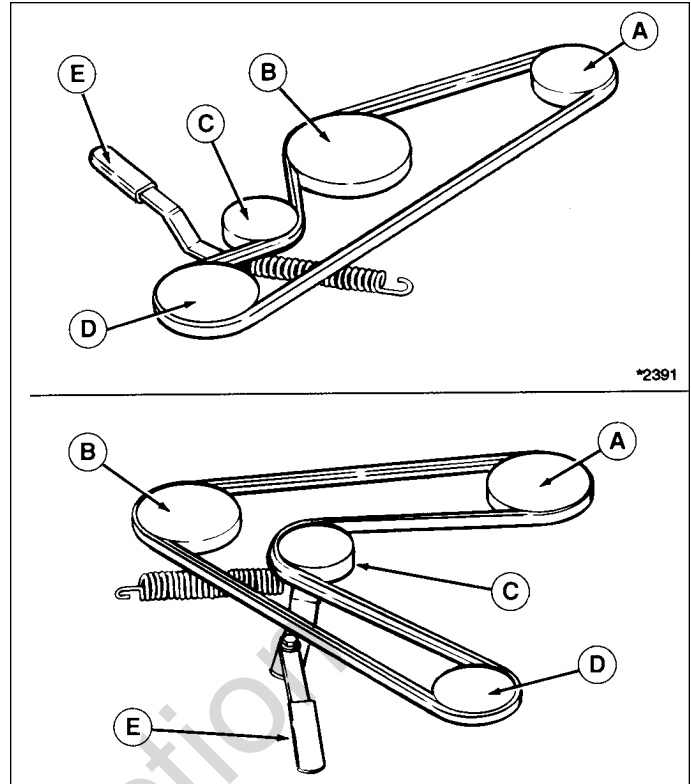
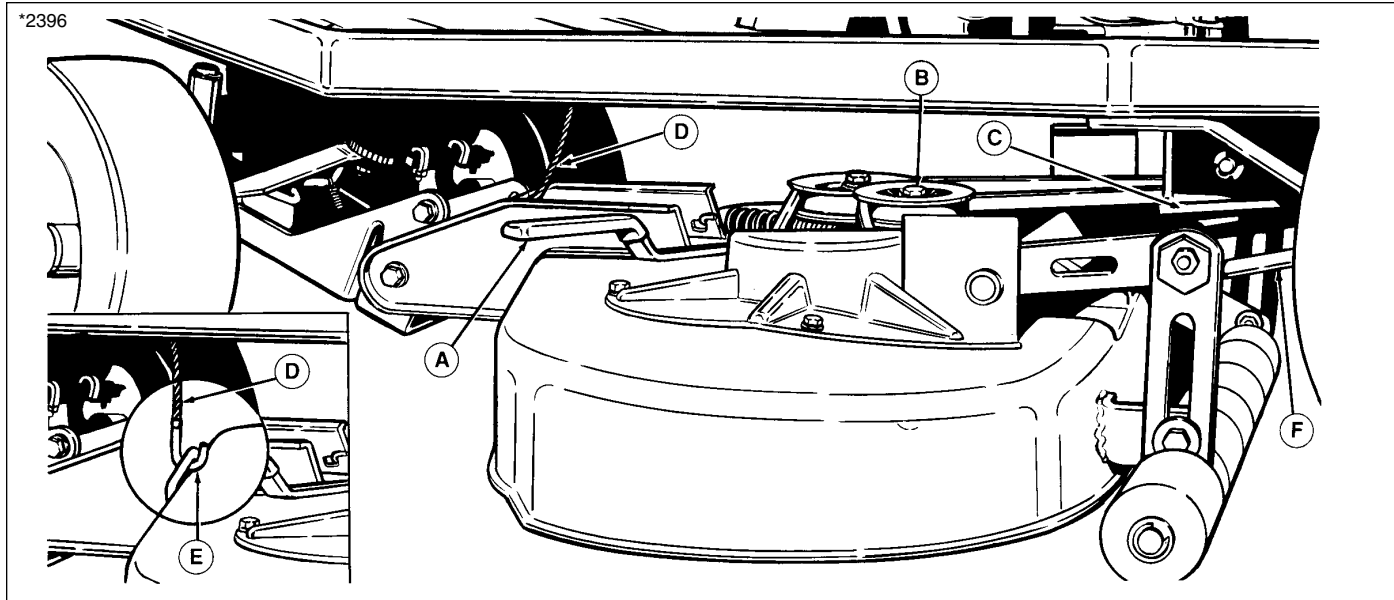

Abb. 5. Mähwerkriemenführung
Abb. 7. Ausbauen/Einbauen des Mähwerks
HINWEIS: Den Einbau des Mähwerks auf einer harten, ebenen Fläche, wie z. B. einem Betonboden, durchführen. Zum leichteren Ausbau und Einbau können die hinteren Längslenker (F, Abb. 7) ausgebaut werden, indem die Federklemmen und Lastösenbolzen demontiert werden.
2. Auf der linken Seite des 86 cm (34") Mähwerks den Ablenkrollenzwischenhebel (A, Abb. 7) drücken, um die Riemenspannung zu entlasten.
3. Bei entlasteter Riemenspannung den Riemen von Ablenkrolle (B, Abb. 7) und Zapfwellenantriebsriemenscheibe (C) abmontieren. Durch das Abmontieren des Riemens wird die Spannung auf der vorderen Aufhängung entlastet.
4. Während der Hubhebel nach unten gestellt ist und das Dial-A-Cut™-Bedienelement auf der niedrigsten Einstellung steht, das Hubkabel (D, Abb. 7) aus dem Mähwerkhaken ausbauen (siehe kleine Illustration in Abb. 7).
7. Zum Einbauen des Mähwerks die oben aufgeführten Schritte in umgekehrter Reihenfolge ausführen. Die Mähwerkriemenführung überprüfen (siehe Abb. 5). Sicherstellen, dass das Mähwerkhubkabel so eingebaut ist, dass der Haken nach hinten weist (siehe kleine Illustration in Abb. 7) und die hinteren Längslenker über dem hinteren Drehstab positioniert sind.